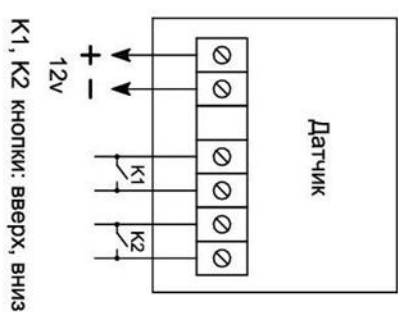

Рис.5
- 3 на задней крышке двигателя установить плату датчика таким образом, чтобы зазор между торцом магнитодержателя и датчиком составлял от 1.5 до 2.5мм, (см. рис. 5). Крепежные отверстия просверлить так, чтобы они совпадали с отверстиями в крышке двигателя при соблюдении правильного положения датчика.